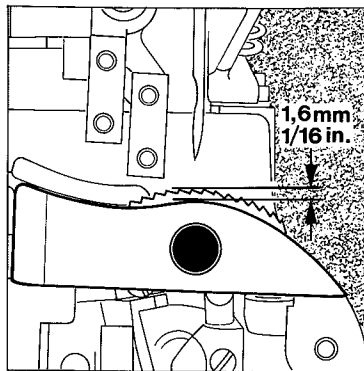
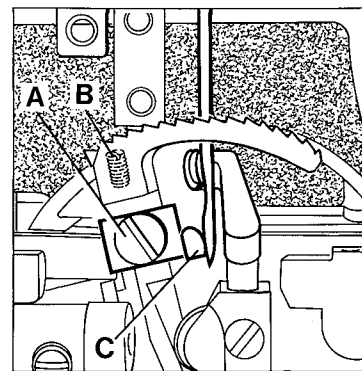

Fig.9
Fig.10
The lower feed dog is set correctly when its teeth rise slightly more than the depth of a full tooth (approx. 1.6 mm/ 1/16 inch) above the throat plate (see Fig.9). To raise or lower the feed dog loosen screw (A, Fig.10) and set the feed dog to the specified height. Retighten screw (A). Now reset stop screw (B) in feed dog to maintain the adjusted feed dog height.
Set the needle guard (C, Fig.10) so that it just touches the needle when it is at its most forward point of travel. To move guard forward or backward loosen screw (A) and move needle guard as required. Retighten screw.
Der untere Transporteur ist richtig eingestellt, wenn die Transporteurzähne die Stichplatte etwas mehr als eine volle Zahnhöhe (ca. 1,6 mm) überragen (siehe Fig.9). Zum Höher- oder Tieferstellen des Transporteurs lösen Sie die Schraube (A, Fig.10) und stellen den Transporteur auf die vorgeschriebene Höhe. Ziehen Sie die Schraube (A) wieder an. Nun stellen Sie die Anschlagsschraube (B) im Transporteur so, daß die eingestellte Transporteurhöhe erhalten bleibt.
Stellen Sie den Nadelanschlag (C, Fig.10) so, daß er die Nadel gerade leicht berührt, wenn er am vordersten Punkt seiner Bewegung steht. Zum Verstellen des Anschlags nach vorne oder hinten lösen Sie die Schraube (A) und stellen den Anschlag entsprechend ein. Ziehen Sie die Schraube wieder an.